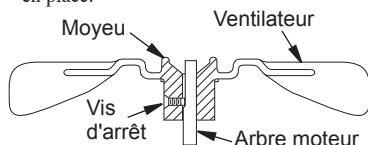

Figure 9 - Coupe transversale du ventilateur
15. Remplacez le ventilateur sur l'arbre moteur. Assurez-vous que la vis d'arrêt touche l'arrière de la surface plane de l'arbre du moteur (voir figure 9).